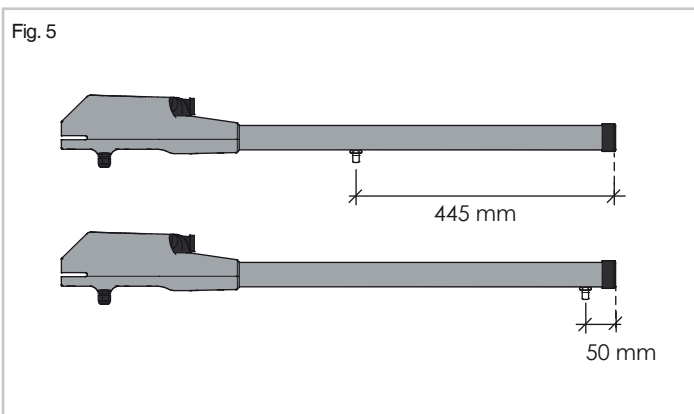

Fig. 5
**Com portão aberto** a distância **A** deverá ser máximo 450 mm. (Fig. 5)